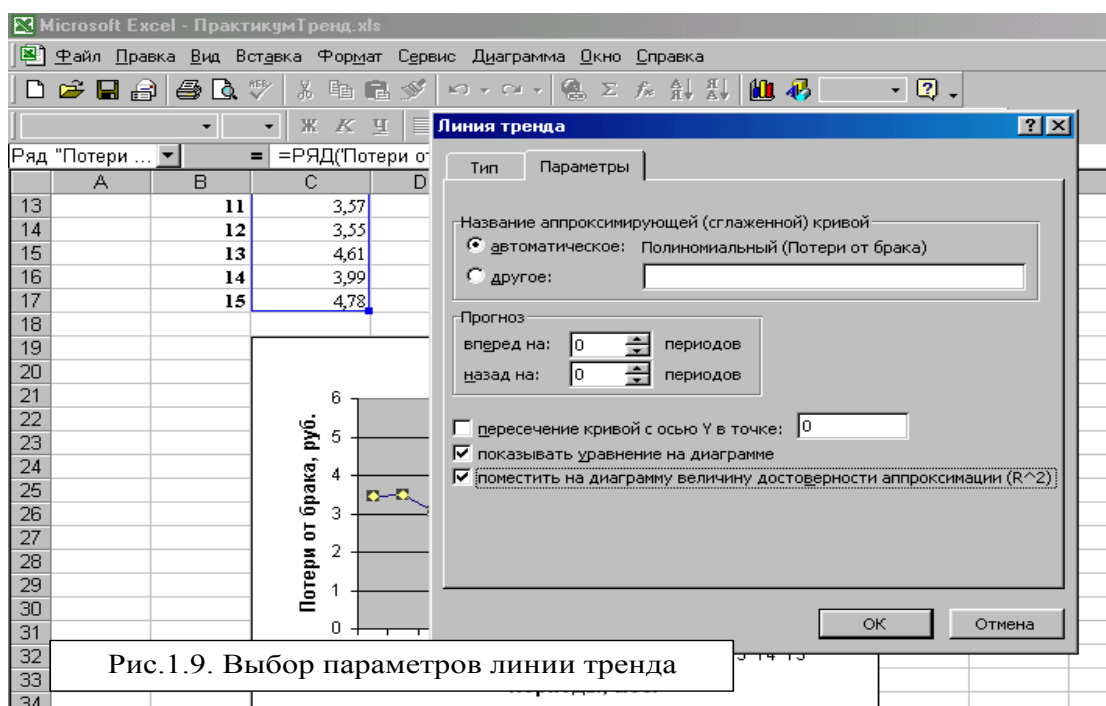

Рис.1.9. Выбор параметров линии тренда
1.7.5. Переключитесь на вкладку *Параметры* и установите переключатели *Показывать уравнение на диаграмме* и *Поместить на диаграмму величину достоверности аппроксимации* (Рис.1.9.).